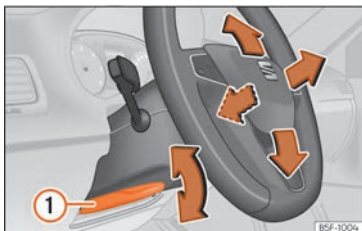

Fig. 5 Palanca en la parte inferior del lateral izquierdo de la columna de dirección.
- Tire de la palanca » fig. 5 ① hacia abajo, mueva el volante hasta la posición deseada y vuelva a subir la palanca hasta el punto de cierre.
- Tras ajustar la columna de la dirección, empuje firmemente la palanca » fig. 5 ① hacia arriba para que el volante no cambie de posición accidentalmente durante la marcha.